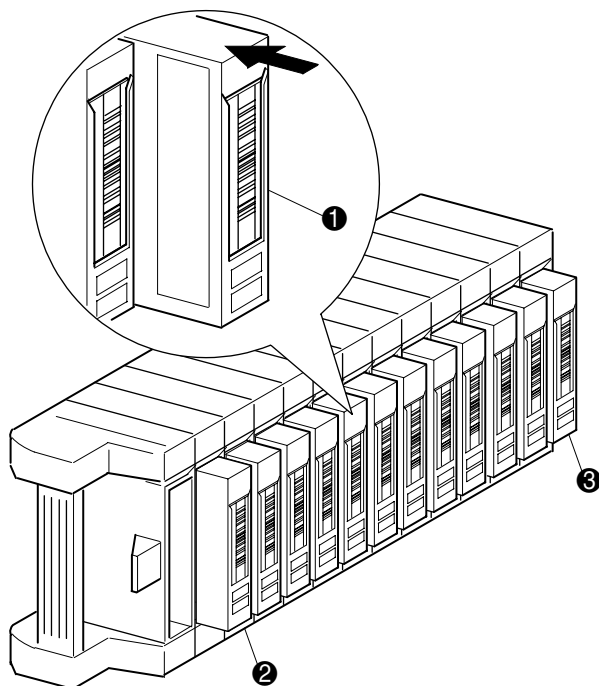

Figura 4–6. Caricatore a nastro sinistro con la cartuccia a nastro installata
Nella Figura 4–6 viene mostrato un caricatore sinistro completo. Nel modello MSL5026 lo slot per cartucce con il numero inferiore ② è quello più vicino alla parte anteriore del caricatore. Nel modello MSL5052, lo slot per cartucce a nastro con il numero inferiore ② è quello più vicino alla parte anteriore del caricatore in alto a sinistra.